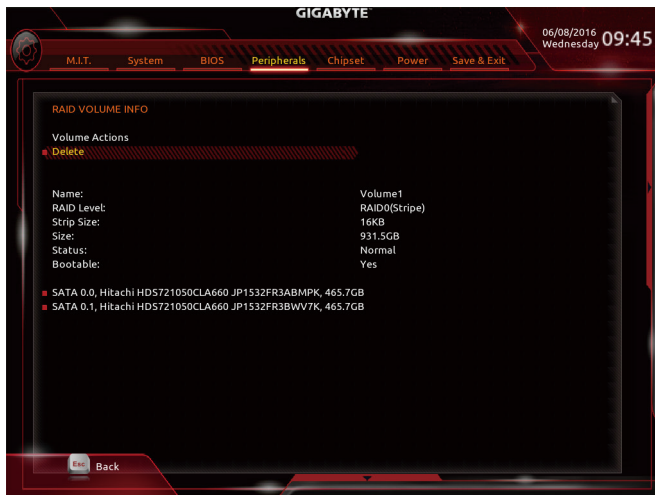

图11
完成后画面将回到「Intel(R) Rapid Storage Technology」画面, 即可在「RAID Volumes」处看到建立好的磁盘阵列。若要检视更详细的数据, 可在该磁盘阵列上按<Enter>键, 即可看到例如磁盘阵列模式、区块大小、磁盘阵列名称及磁盘阵列容量等信息(图11)。